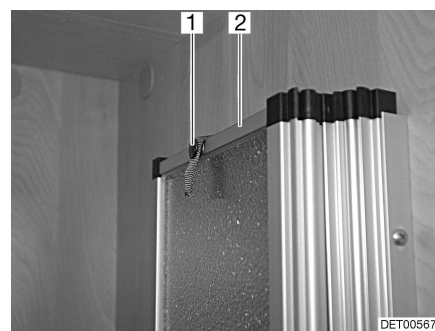

Fig. 109 Fissaggio, parete divisoria per la doccia
- Allentare il nastro di sostegno (Fig. 109,1) della parete divisoria per la doccia (Fig. 109,2) ed estrarla.
- Ripiegare la parete divisoria per la doccia (Fig. 109,2) e fissarla con il nastro di sostegno (Fig. 109,1).